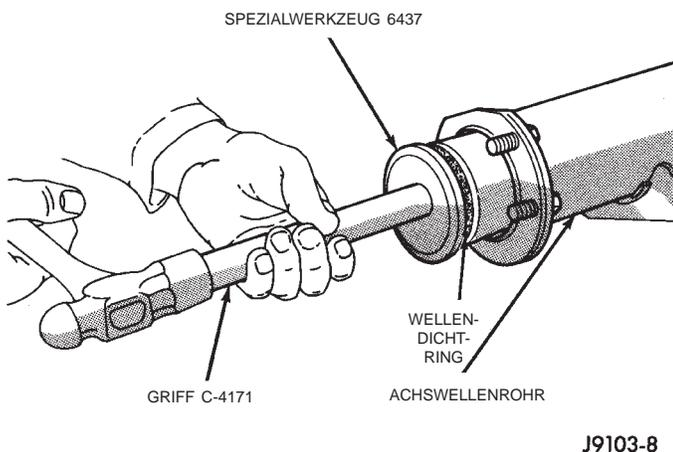

Abb. 22 Wellendichtring einbauen
- (1) Die Bohrung im Achswellenrohr sauberwischen.
- (2) Das Achswellenlager mit Werkzeug 6436 und Griff C-4171 einbauen. Die Teilenummer auf dem Lager muß am Einbauwerkzeug anliegen.
- (3) Den neuen Wellendichtring mit Werkzeug 6437 und Griff C-4171 einbauen (Abb. 22).